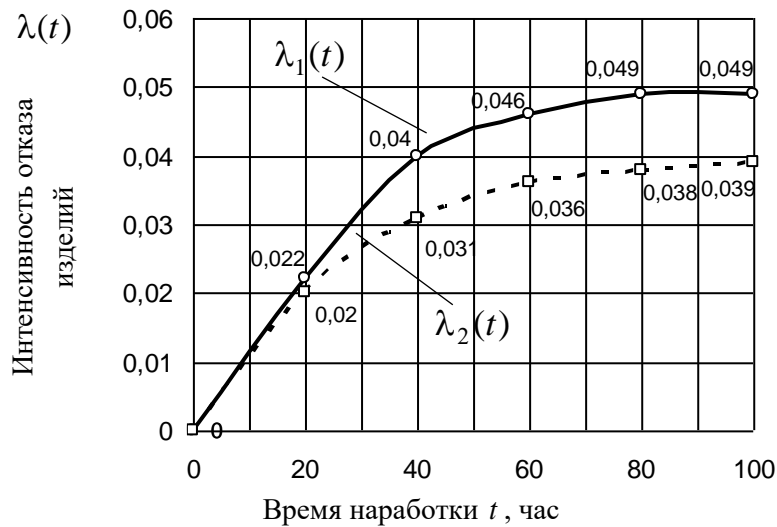

Рис. 5. Зависимости интенсивность отказа изделий от времени наработки
2. Определяем интенсивность отказа каждого изделия в интервале наработки до  $t=100$  час через равные интервалы времени. Результаты расчетов записываем в табл. 1 и строим по ним график зависимости интенсивность отказа систем от времени наработки (рис. 5).
**Выводы:** Как видно из графиков (рис. 5) после наработки равной  $t=20$  час величина интенсивности отказов второго изделия  $\lambda_2(t)$  уменьшается в 1,25...1,29 раза.